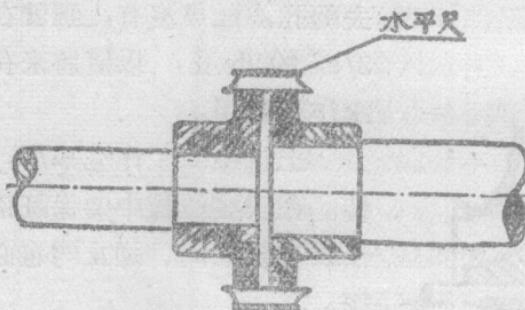

图3-2
凝結水泵和循环水泵安装后就开始进行找正工作，即检查水泵轴和电动机轴是否在一条中心线上。找正的方法有两种：①用平尺平测对轮的四方，检查对轮的圆周是否互相对齐如图3-2，对轮的轴向间隙可用两块厚度相等的物塞入（它们间隙视实际物体而定）并转动对轮。若对轮在圆周方向互相对齐，轴向间隙相等，则证明水泵的轴和电动机的轴是在一条中心线上，否则就要重新调正。